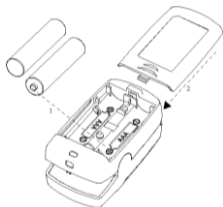

Figura 3 Installazione della batteria
1. Fare riferimento alla Figura 3, inserire correttamente due batterie di dimensioni AAA nel vano batteria e fare attenzione i segni di polarità.